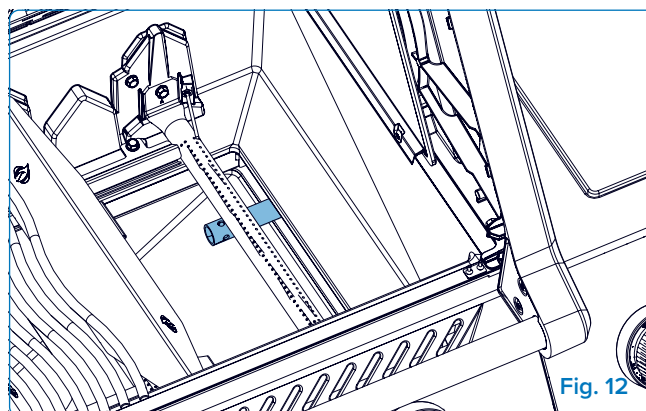

Fig. 12
5. **El tubo de salida del ahumador** - Se puede desenroscar para limpiarlo; inserte un destornillador en los orificios de la punta para obtener mayor palanca (**Fig. 12 y 13**).